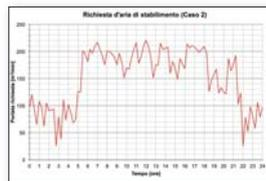

Fig. 3 - Profilo di portata altamente variabile (90%) per tempo medio.
- Caso 2 (Fig. 3): un altro spettro "altamente variabile" con una variabilità del 90%, ma rispetto al Caso 1 una portata inferiore alla portata media è richiesta solamente per il 30% del tempo. Tale spettro è tipico di una produ-